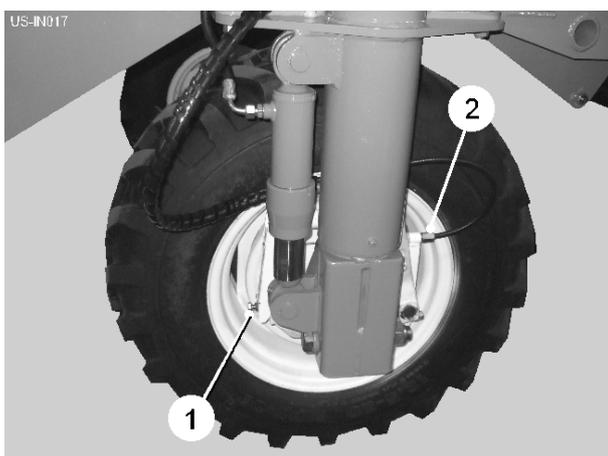
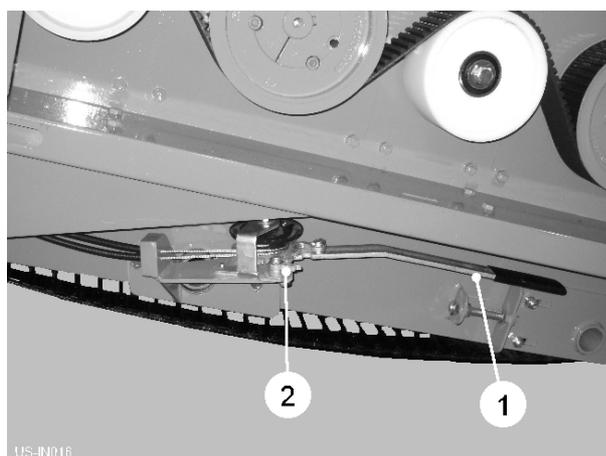

Fig 13
Fig 14
Reliez le tuyau du frein hydraulique au tracteur 'débouché du service du frein.' Les freins de la machine opéreront lorsque les freins du tracteur sont appliqués. Les mâchoires de frein peuvent être ajustées utiliser le setscrews (item 1, fig 13).
Pour appliquer le frein à main, arrêtez-vous le levier (item 1, fig 14) et dehors contre la roue d'encliquetage jusqu'à ce que les câbles du frein soient complètement des tensioned. Pour diffuser le frein à main, arrachez complètement le levier pour diffuser la prise du mécanisme de la roue d'encliquetage (item, 2, fig 14,). Finalement, poussez en arrière le levier sous la machine pour transport. La longueur du câble du frein à main est mise sur les ajusteurs du câble (item 2, fig 13).